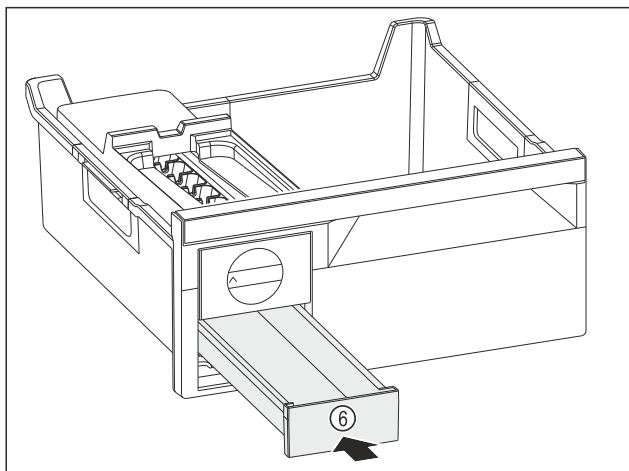

Fig. 193
- Ijsblokjesvak Fig. 193 (6) inschuiven.